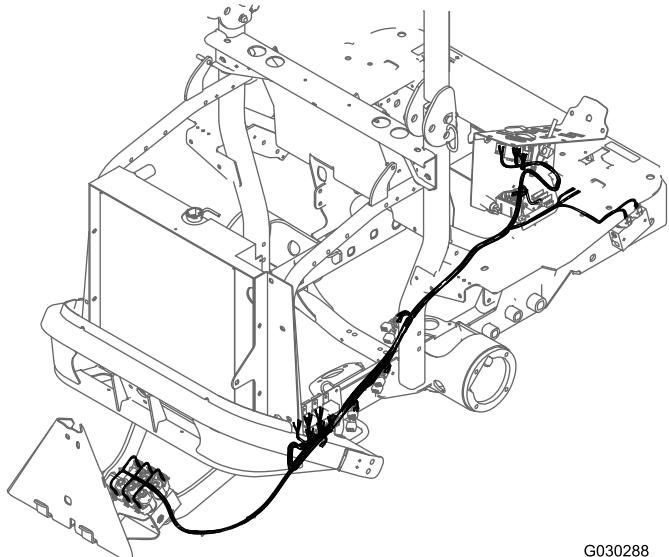
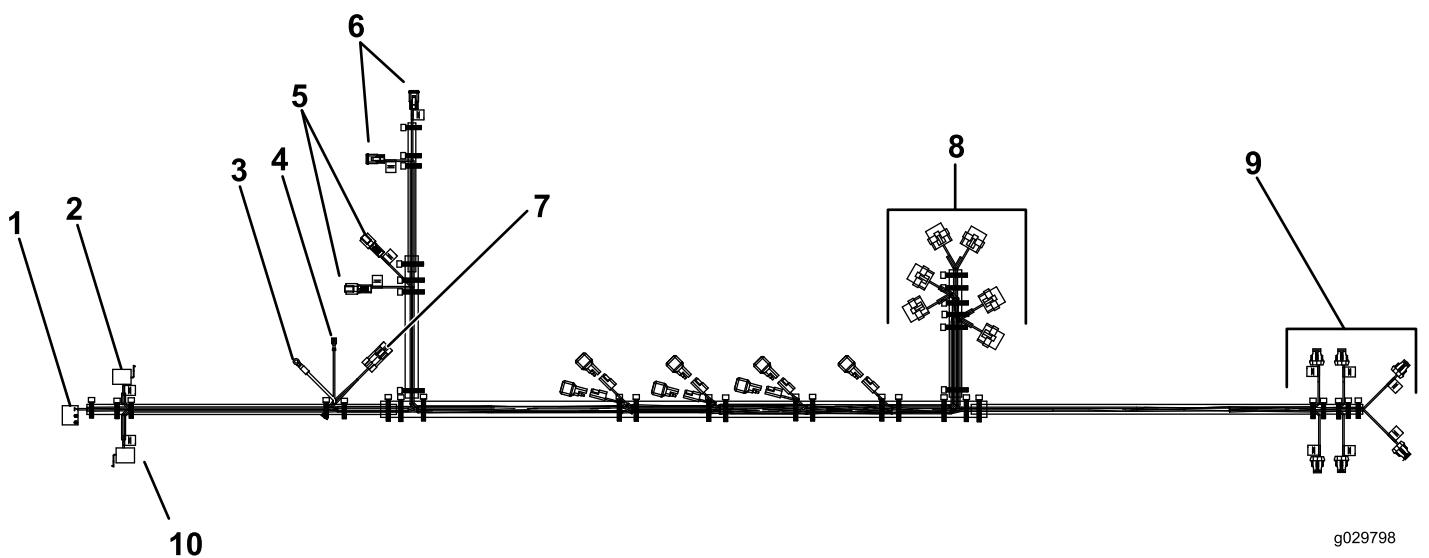

Figure 30
Figure 31
2. Acheminez et connectez le faisceau de câblage (Figure 30 et Figure 31) aux emplacements suivants :
- Relais (6) sur le support de relais